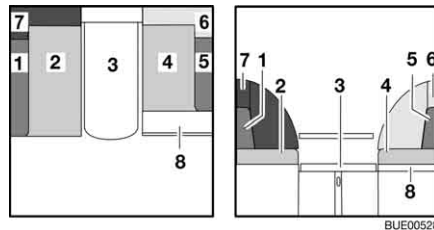

Bild 77 Während des Umbaus
- Bettkasten-Verlängerung (Bild 77,8) herausziehen.
- Die Rückenpolster (Bild 77,1, 5, 6 und 7) abnehmen und beiseite legen.